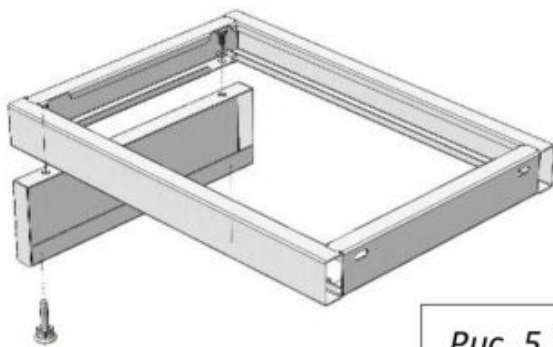

Рис. 5.1
- В случае с одной тумбой – подготовить универсальную раму для тумб: установить регулируемые опоры; для низкой тумбы – закрепить на боковой раме верхнюю раму, используя болты M8x16, шайбы 8 и предусмотренные заклёпки-гайки M8 (Рис. 5.1; 5.2)